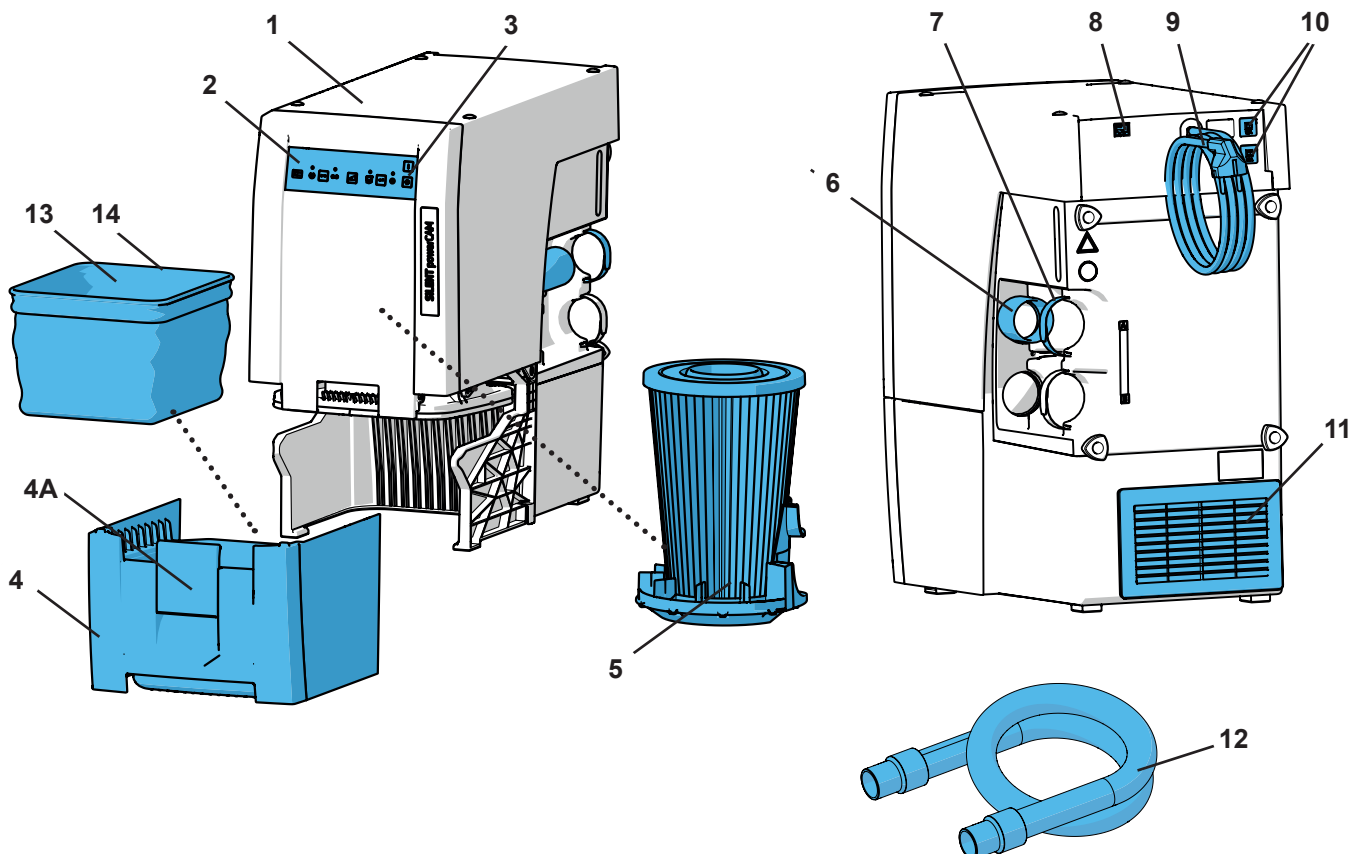

図1
- ・集塵装置は、排気口(11, 図 1)を妨げないように、設置してください。
- ・キャビネットの後壁に開口部（B）を、排気口から直接の位置に250×120 mm以上のサイズで設けます(11、図1）。
⇒建物設置のコンセントに電源コード（9、図1）を差し込みます。